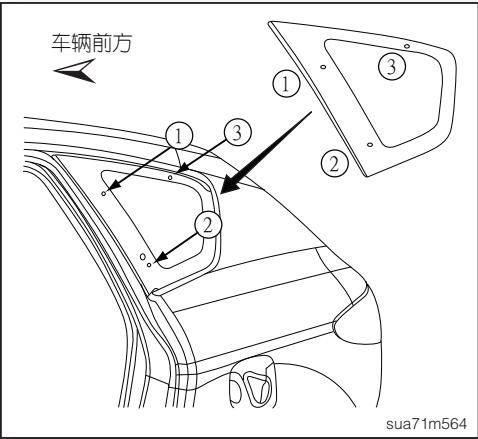

图6
6. 将侧车窗玻璃由固定扣①~③的位置，安装在侧车窗钣金上(如图6)。